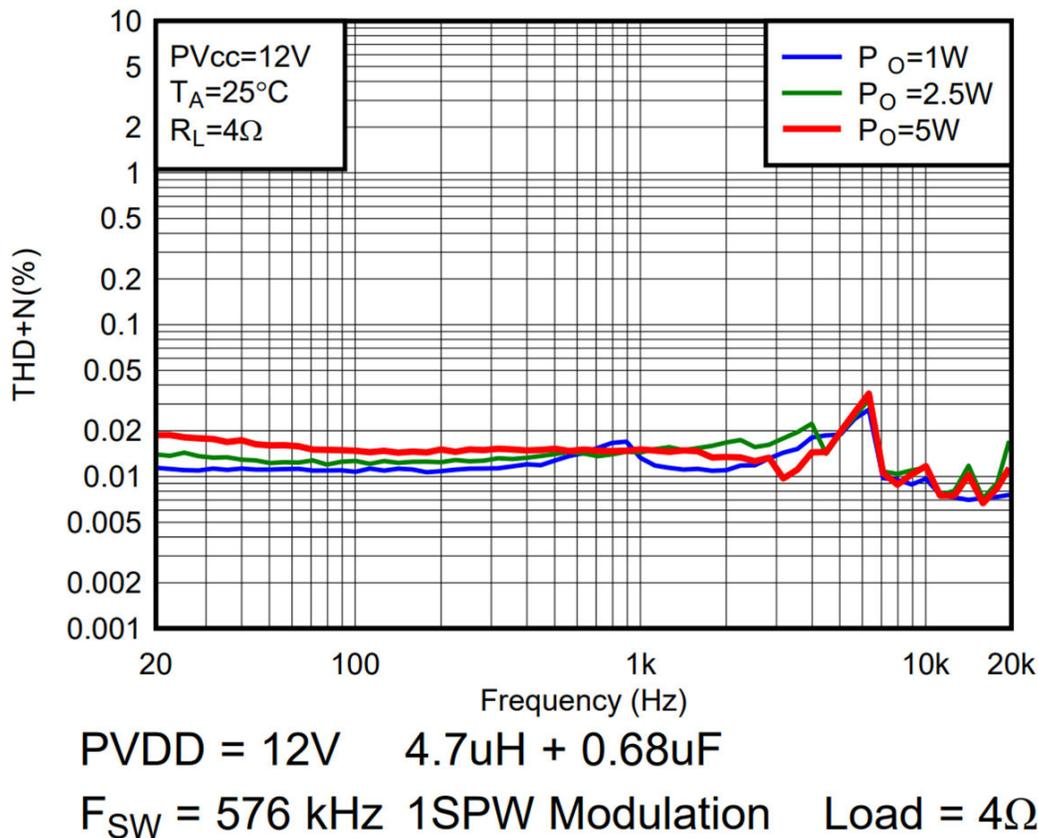

图 5-2. THD+N 与频率间的关系 (采用 PBTl 配置的 TAS5805M)
下一个需要考虑的重要规格是放大器的信号带宽和频率响应。带宽是指它可以支持的频率范围。标准 D 类放大器可支持 20Hz 至 20kHz 的频率；但是，高性能放大器可支持更高的频率，以处理来自高清 (HD) 源的内容。随着超声波频率 (大于 20kHz，人类听不见) 被应用到智能手机和智能扬声器中，用于进行手势识别和存在检测，更高的带宽变得越来越重要。频率响应则表示放大器在其带宽内的性能。该规格可以通过多种方式表示，例如相对于终端系统声压级 (SPL) 的频率或相对于 THD+N 的频率。图 5-2 显示了 TAS5805M 在 PBTl 模式下的频率响应 (使用 12V 电压，4 Ω 负载)。